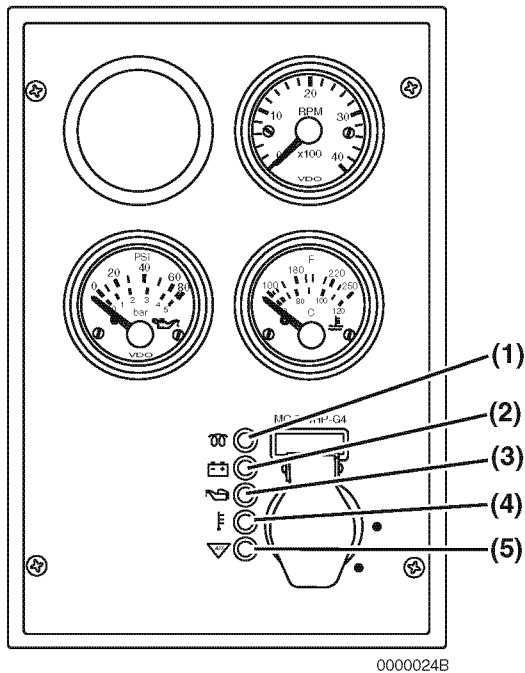
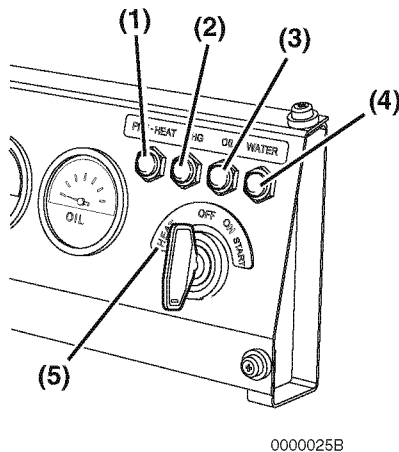

Figure 9
Figure 10
Indicateur CHAUFFAGE (Figure 9, (1)) - La fonction de préchauffage est automatiquement activée lorsque l'interrupteur à clef est en position MARCHE. L'indicateur clignote pendant plusieurs secondes (4 secondes sur les modèles IDI avec bougies de préchauffage, 15 secondes sur les modèles DI avec bougies de préchauffage sur le réchauffeur d'air). Lorsque celui-ci s'éteint, vous pouvez tourner l'interrupteur à clef sur DÉMARRAGE.
Indicateur CHAUFFAGE (Figure 10, (1)) - Il convient de noter que sur ce type de tableau de commande, vous devez tourner la clef en position CHAUFFAGE (Figure 10, (5)) pour activer le réchauffeur d'air d'entrée ou les bougies de préchauffage. L'indicateur clignotera pendant plusieurs secondes (4 secondes sur les modèles IDI avec bougies de préchauffage, 15 secondes sur les modèles DI avec bougies de préchauffage sur le réchauffeur d'air) lorsque vous tournez la clef sur CHAUFFAGE. Lorsque l'indicateur s'éteint, vous pouvez tourner l'interrupteur à clef sur DÉMARRAGE.
Charge de la batterie (Figure 9, (2)) ou (Figure 10, (2)) - Cet indicateur s'allume si le système de charge rencontre un problème. Cet indicateur n'indique pas si la batterie est déchargée. Voir *Tableau de dépannage* à la page 98.
Pression de l'huile de moteur (Figure 9, (3)) ou (Figure 10, (3)) - Cet indicateur s'allume lorsque la pression de l'huile de moteur est en dessous ou dépasse des limites normales. Voir *Tableau de dépannage* à la page 98.
Température du liquide de refroidissement moteur (Figure 9, (4)) ou (Figure 10, (4)) - Cet indicateur s'allume si la température du liquide de refroidissement moteur dépasse des limites normales. Voir *Tableau de dépannage* à la page 98.
Auxiliaire (Figure 9, (5)) - Utilisé dans des applications particulières.